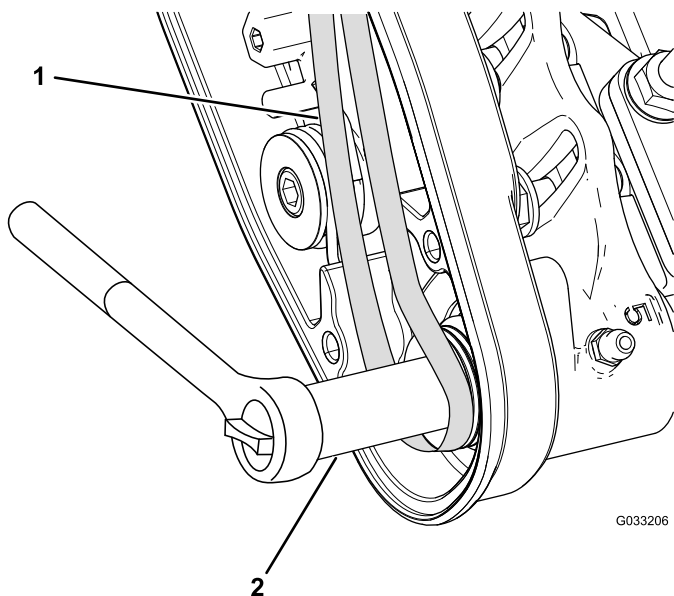

Figura 27
- C. Utilize uma chave de caixa profunda (9/16 pol.) para rodar o conjunto da escova e orientar a correia para a polia acionada (Figura 27).